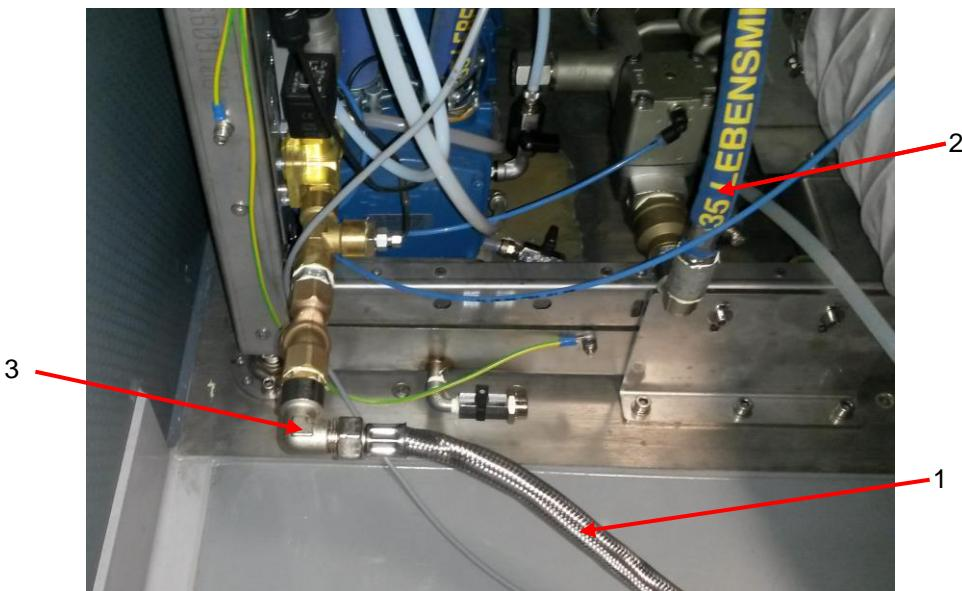

Abb. 5: Anschluss von Kühlwasservorlauf und -rücklauf an der WRP
Der Kühlwasservorlauf besteht aus einem Metallgewebebeschlauch 1/2" L 4,0 m. Dieser Schlauch wurde bereits beim Funktionstest am Umlaufkühler angeschlossen (siehe Bedienungsanleitung Umlaufkühler 2000/20). Den Zulauf in die WRP zeigt Abb. 5; Pos. 1. Je nach Bauart und Leistungsfähigkeit der angeschlossenen WRP muss der Kühlwasservorlauf entlüftet werden.
- ◆ Schließen Sie den Metallgewebebeschlauch 1/2" L 4,0 m (Abb. 5; Pos. 1) am Kühlwassereingang der WRP (Abb. 5; Pos. 3) an.
Der Kühlwasserrücklauf besteht aus einem Dampfschlauch 1". Der Dampfschlauch 1" ist am Austritt (=Rücklauf) der WRP befestigt (Abb. 5; Pos 2).